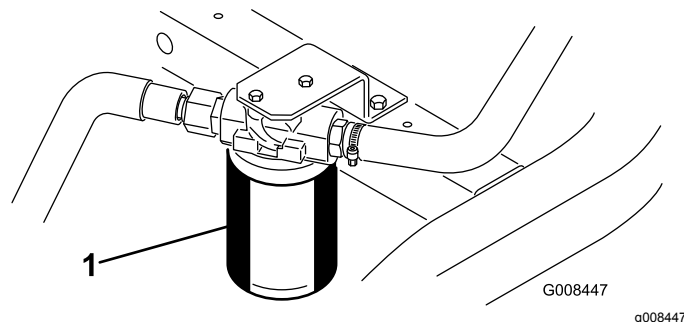

図 49
1. フィルタ容器の周辺をウェスできれいにぬぐう 図 49。フィルタの下に廃油受けを置いてフィルタを外す。